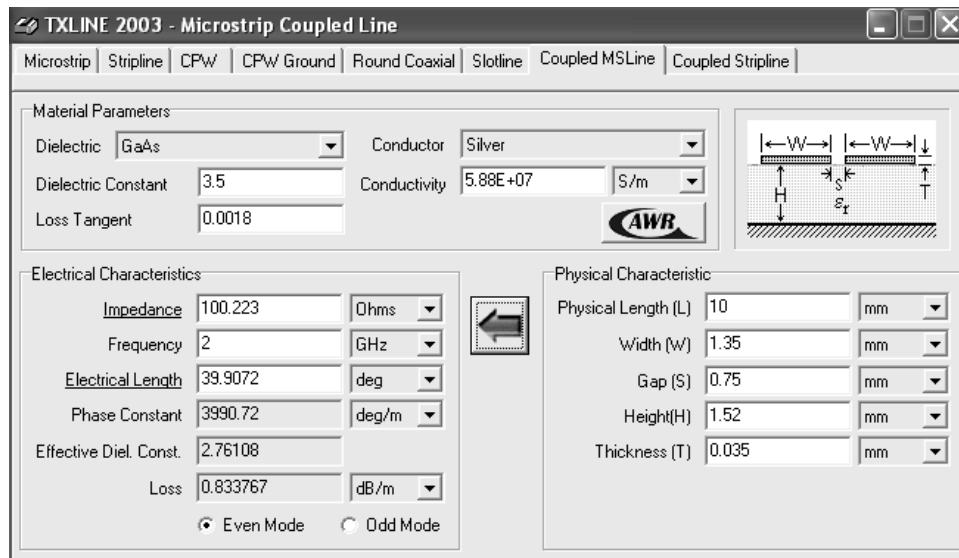
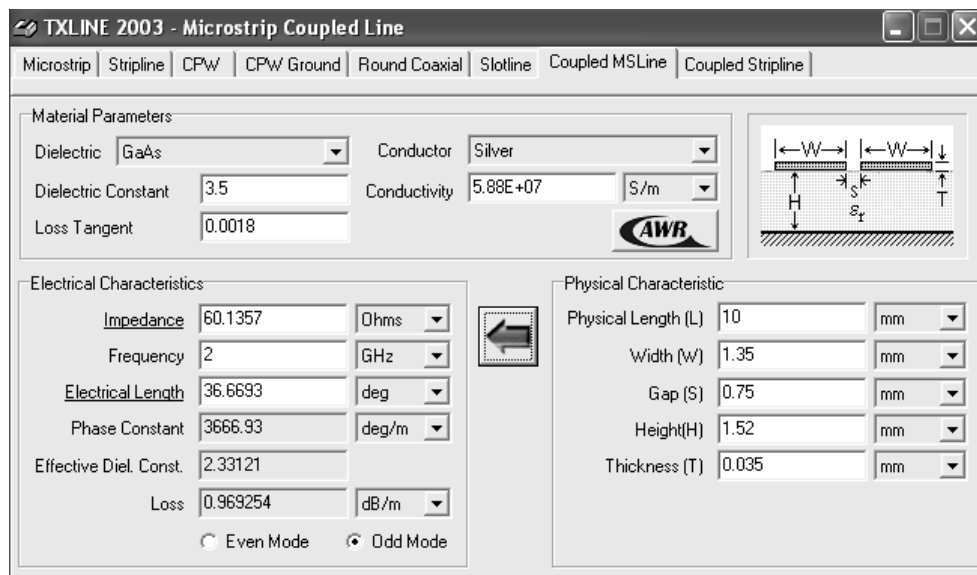

Figura 55 Impedancia par final calculada con herramienta TXline
Figura 56 Impedancia par final calculada con herramienta TXline
Como se puede apreciar la impedancia en modo impar es de 53,2 Ohms con un ancho (W) de 2 mm y con un espaciamiento (S) de 1 mm; las impedancias que se buscan son 100 Ohms en modo par y 60 en modo impar por lo cual vemos que todavía no se está cerca de ambos valores, para cuadrarlos se deben seguir las reglas que se han visto en esta sección con respecto al ancho y al espaciamiento de las líneas e ir variando S y W hasta obtener los valores más cercanos a los buscados. El proceso por ser de ensayo y error puede resultar un poco extenso y no se va a mostrar por completo, es pertinente solo mostrar el resultado final del mismo, en la figura 55 se puede ver la impedancia en modo par y en la figura 56 se puede ver la impedancia en modo impar.